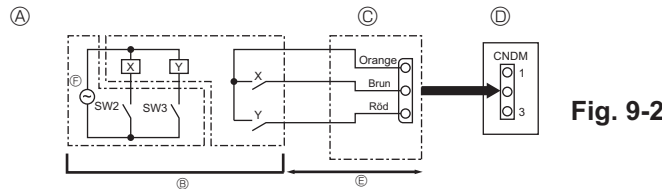

Fig. 9-2
9.2. Behovsfunktion (ändring på plats) (Fig. 9-2)